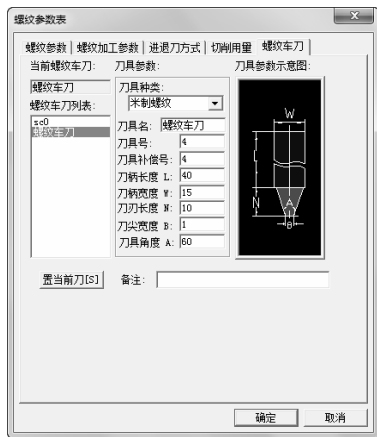

图 6-49 螺纹车刀参数设定
5) 单击“螺纹车刀”选项卡,如图 6-49 所示。选择刀具库中刀具方法如
下：在“螺纹车刀列表”下面的复选框中直接单击“螺纹车刀”按钮，使它变为蓝色，然后单击“置当前刀”按钮，即调出了前面在刀具库中设置的螺纹车刀，具体参数如图 6-49 所示。